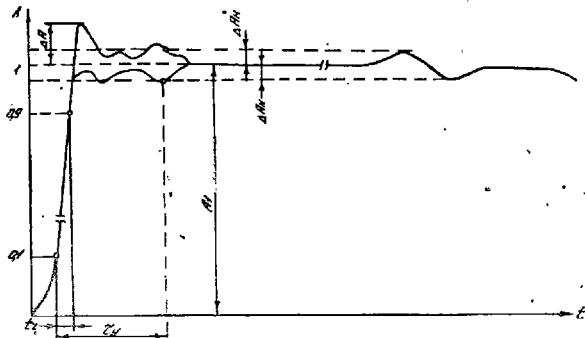

Рис. 21. Изображение импульсов на экране ЭЛТ при проверке времени нарастания, выброса, времени установления переходной характеристики и неравномерности.
14.3.3.4. Параметры переходной характеристики определяют (рис. 21) методом прямых измерений при помощи генератора испытательных импульсов Г5-56.
характеристика нарастает от 10 до 90% установившегося (амплитудного) значения (рис. 21).
Время установления (t_u) переходной характеристики определяется как интервал времени, отсчитываемый от момента достижения уровня 10% установившегося (амплитудного) значения ПХ до момента времени, начиная с которого неравномерность ПХ не превышает заданного значения (рис. 21).